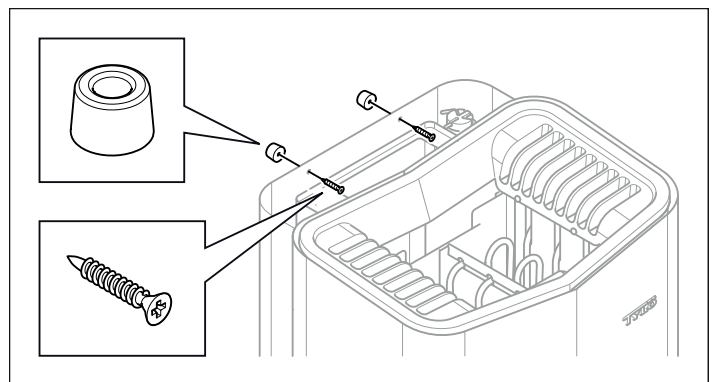

Figure 12 : Montez les entretoises
10. Montez les entretoises entre le poêle et la cloison (pour éviter de soulever l'appareil) (voir figure 12).